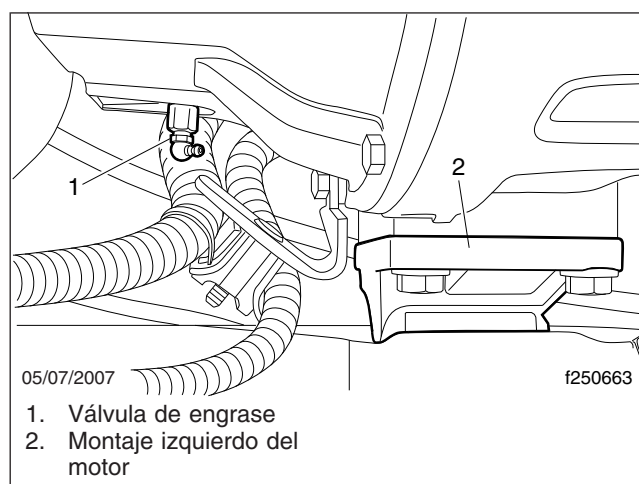

Figura 2, Válvula de engrase común del collarín
3. Limpie la válvula de engrase. En algunos vehículos se usa un tubo de lubricación, y la válvula de engrase puede estar en la posición de las 9 del reloj, en el lado izquierdo de la campana (vea la Figura 2).